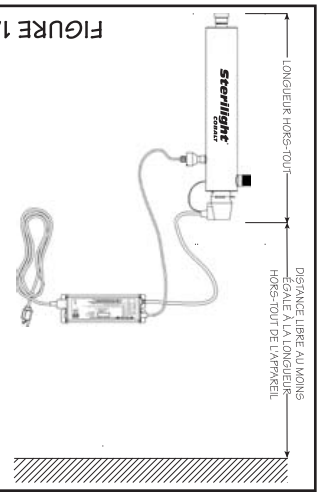
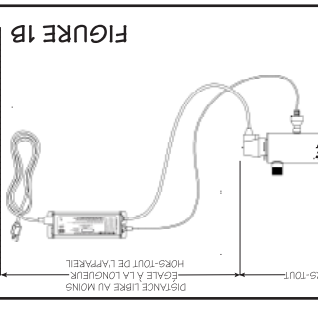

FIGURE 1A
FIGURE 1B
**2.** Choisir un emplacement approprié pour l'installation du système de désinfection et des composants connexes. Tenir compte de la recommandation d'installer un dispositif de fuite à la terre (recommandé). Le système peut être installé verticalement (l'orifice d'entrée d'eau en bas – Figure 1A) ou horizontalement (Figure 1B); cependant, il est préférable de l'installer verticalement. Lors du choix de l'emplacement d'installation, veiller à laisser un espace libérateur suffisant pour les opérations de remplacement de la lampe UV et/ou du manchon de quartz (typiquement, on laisse un espace correspondant à la taille du réacteur lui-même). (Note : *Installation drawings show Cobalt "PLUS" system with UV sensor for representation purpose only*)